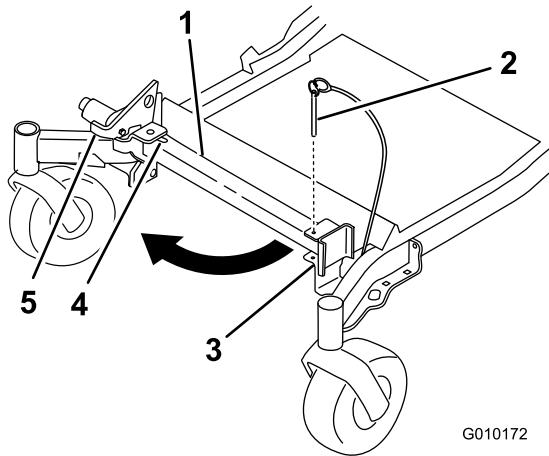
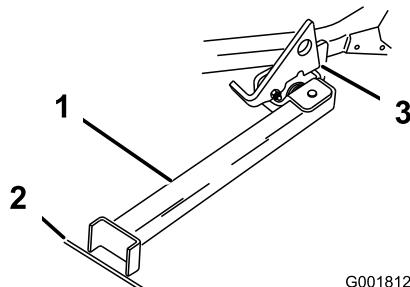

Figura 41
Figura 42
- Retire el pasador del soporte (Figura 41).
- Levante el enganche. Gire el pie del soporte hacia adelante, y deslice el soporte hacia la máquina, hasta que encaje en la parte de abajo de la ranura (Figura 41 y Figura 42).
- Ponga el pie del soporte en el suelo con el enganche descansando sobre la pestaña de giro (Figura 42).
- Nota:** Para obtener los mejores resultados, coloque el pie del soporte en una ranura de la acera o en el césped (Figura 42).
- Conduzca la máquina sobre el soporte. Pare cuando el enganche caiga por encima de la pestaña a la posición bloqueada (Figura 42). Una vez que esté sobre el soporte, ponga el freno de estacionamiento y apague el motor.
5. Ponga el soporte de nuevo en su posición de descanso (Figura 41).